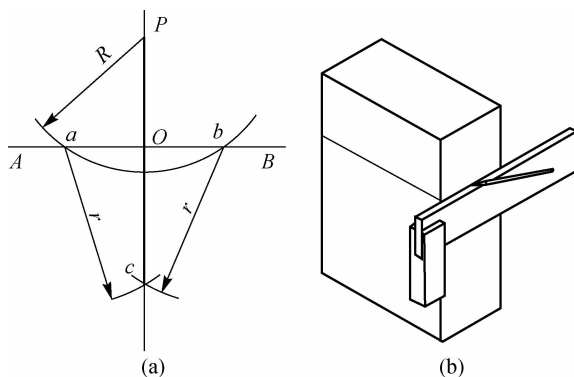

图 1-16 划垂直线
(1) 用作图法划垂直线。以被作垂线上某一已知点 P 为圆心, 以适当 R 为半径划弧, 与已知直线相交于两点 a, b ; 以 a, b 为圆心, 以 r 为半径划弧, 两弧交于 c ; 连接 P, c 与已知直线交于 O, PO 即为所作垂线, 如图 1-16(a) 所示。
(2) 用直角尺划垂直线。在要求划与某一平面垂直的加工线时, 可用直角尺根据该平面来划出, 如图 1-16(b) 所示。